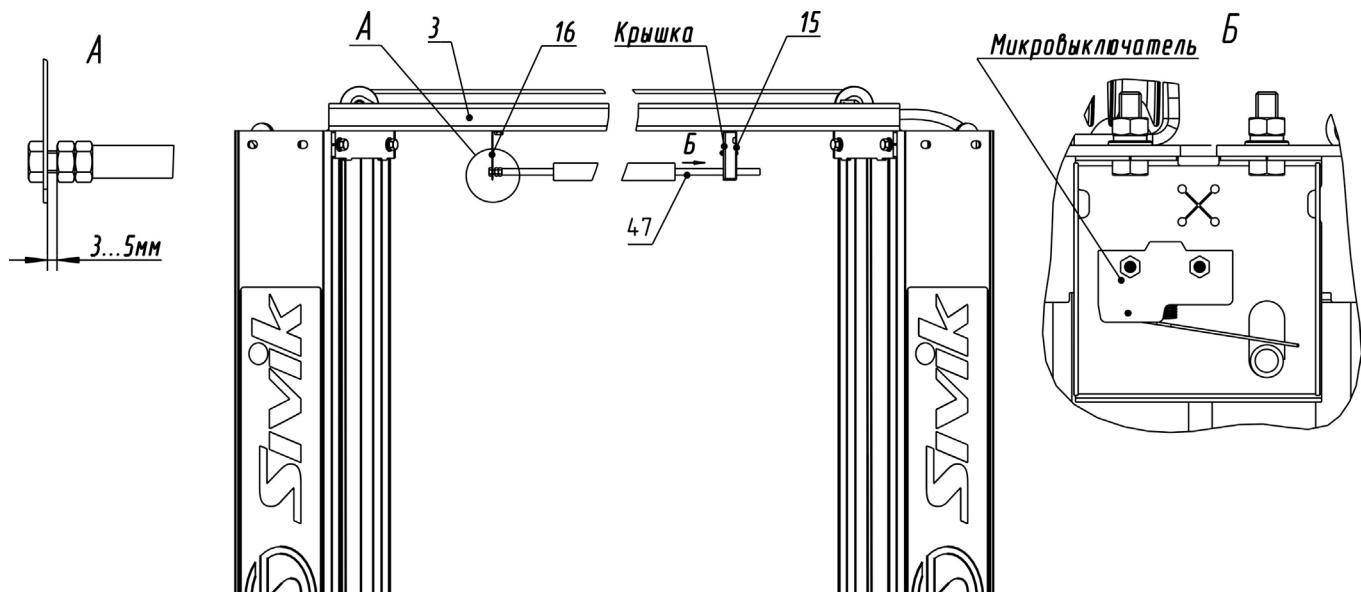

Рисунок 6.7 – Системы автоматического отключения привода насосной станции при касании автомобиля ограничительной трубы
6.12.2 Установить на перекладину 3 кронштейны 15 и 16 с помощью болтов M8x25, шайб d8, шайб d8 пружинных и гаек M8. Для установки кронштейна 15 временно снять крышку (рисунок 6.7). Ограничительную трубку 47 продеть через кронштейн 15 (при этом флагок микровыключателя должен быть над ограничительной трубкой) (рисунок 6.7 вид Б). Другой конец ограничительной трубы закрепить с помощью болта M8x25 и контргайки M8, выдержав зазор 3...5мм между контргайкой и кронштейном 16 (рисунок 6.7 вид А). Короткий кабель, выходящий из кронштейна 15 соединить с длинным кабелем, идущим в пульт управления. Кабель с помощью пластиковых хомутов закрепить к рукаву так, чтобы кабель не касался системы тросов.